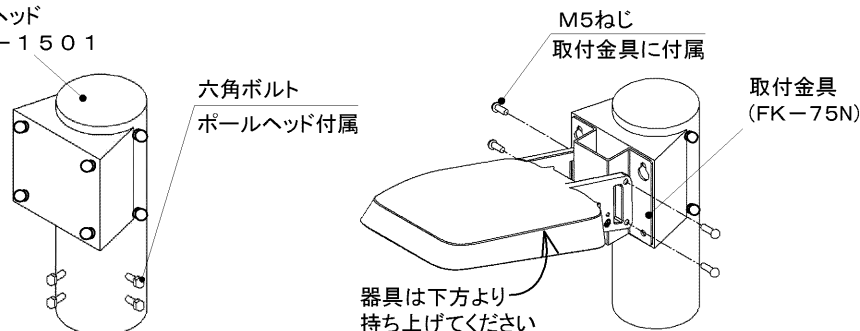

図7 ポールに取り付ける場合
### ● ポールヘッドに取り付ける場合 (図7)
4. 取付金具の同梱ねじ4本にて、取付金具と器具を(図7)のように締め付けてください。